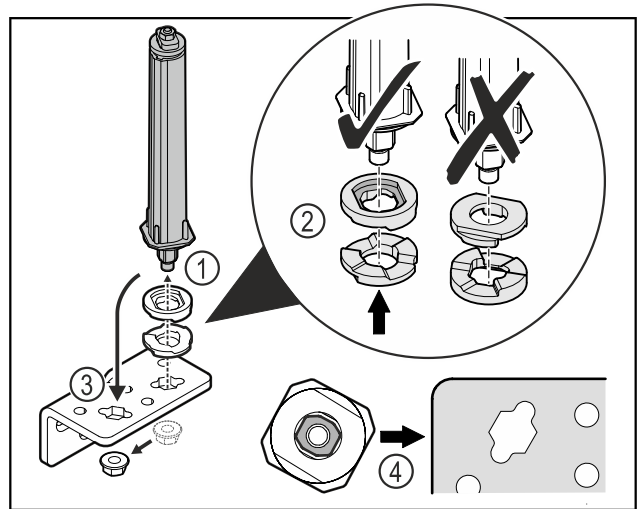

Fig. 40
- ▶ Moer losmaken en deursluitsysteem verwijderen Fig. 40 (1).
- ▶ De correcte uitlijning van de hoogte-instelschijven in acht nemen Fig. 40 (2).
- ▶ Deursluitsysteem in de scharnierhoek verplaatsen en met de moer vastzetten Fig. 40 (3).
- ▶ Bij het plaatsen de correcte uitlijning van het deursluit-systeem in acht nemen Fig. 40 (4).